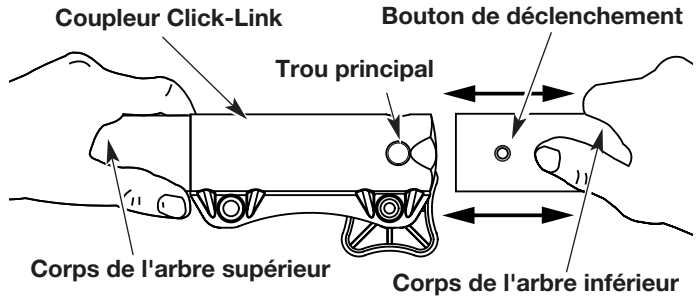

Fig. 9
3. Tenez fermement le corps de l'arbre supérieur et retirez l'accessoire de coupe ou autre du coupleur Click-Link (Fig. 9).
1. Dévissez le bouton vers la gauche (Fig. 9).
2. Tenez fermement l'accessoire et enfoncez-le tout droit dans le coupleur Click-Link (Fig. 9).